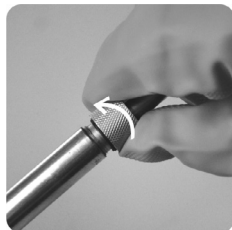

Fig. 11
8. Colocar la tuerca de la barra girando en el sentido de los punteros del reloj, conforme fig. 11.